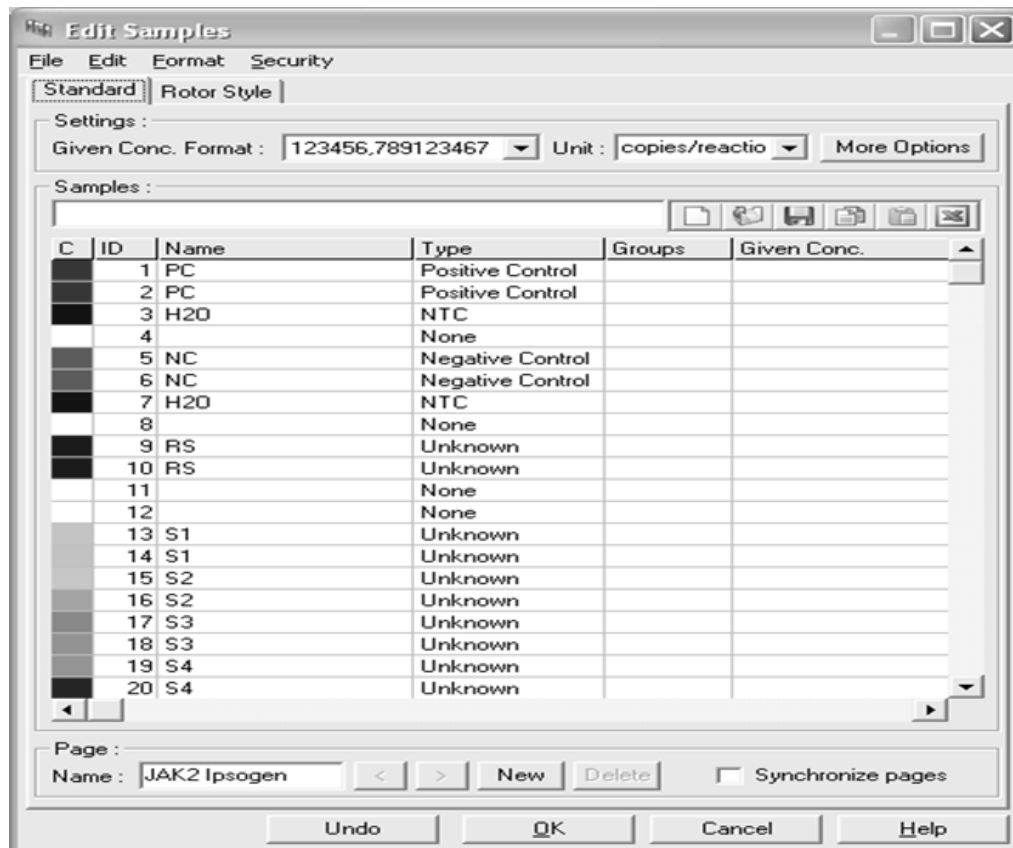

Figura 7. Configurazione Rotor-Gene: "Edit Samples" (modifica campioni).
16. Inserire la configurazione del rotore nel software Rotor-Gene (Figura 7).